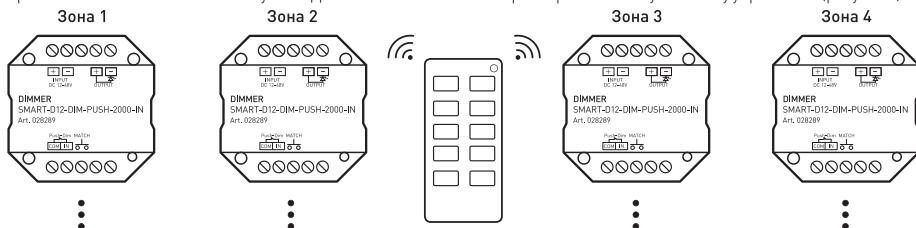

Рисунок 3. Вариант построения системы с 4-зонным пультом дистанционного управления
3.10. При использовании многозонных пультов ДУ или панелей можно построить разветвленную систему управления [рисунок 3].